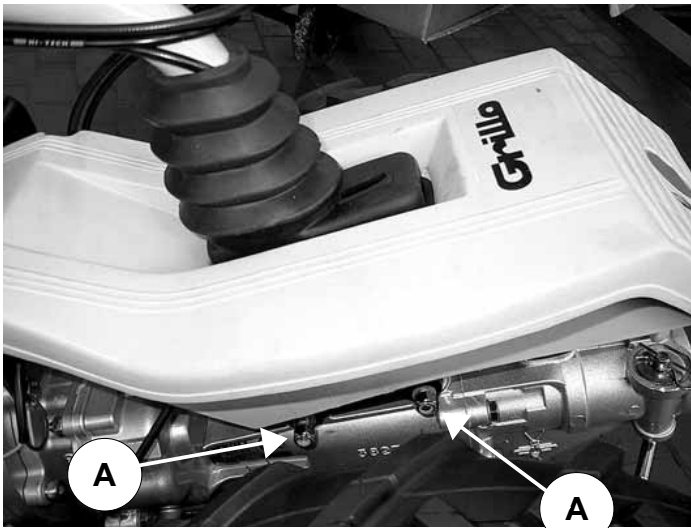
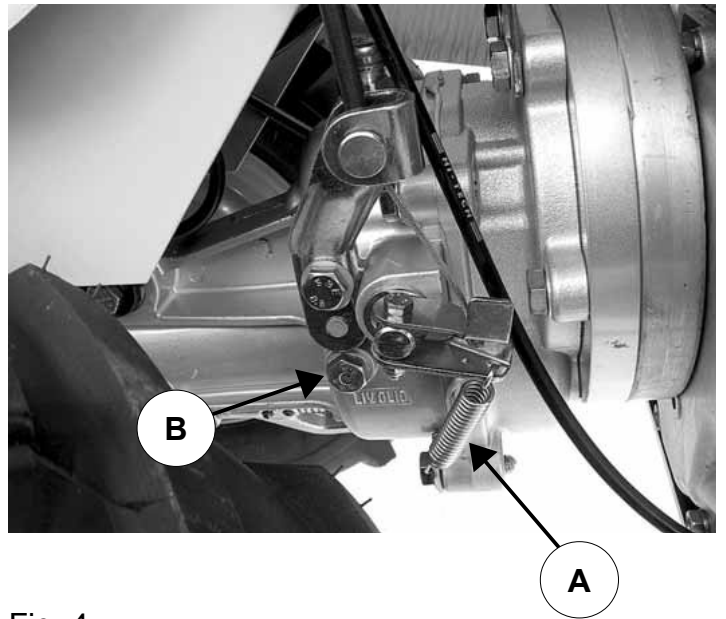

Fig. 1
Fig. 4
- 2) Levantar el carenado de las ruedas (fig. 1)
- 3) Quitar los dos tornillos (fig. 1, pos. A).
- 4) Girar la manquera a 180°, volver a colocar los dos tornillos de fijación y ajustar las tuercas (fig. 1, pos. A). Prestar atención en no doblar los cables de mando.
- 5) Ubicar la palanca de regulación del manubrio prestando atención en los topes (fig. 1, pos. B).
- 8) Montar la fresa en el acoplamiento rápido y trabarla con el perno correspondiente (fig. 1, pos. D).
- que los accesorios se encuentren bien fijados a la máquina (fig. 1, pos. D).
Con el motor en régimen bajo, conectar la herramienta tirando la palanca no. 3 (fig. 2) y acelerar oportunamente. La máquina se pondrá en movimiento tirando de la palanca no. 7 (fig. 2) y después tirando de la palanca no. 1 (fig. 2). Dejando la palanca no. 1 (fig. 2) la máquina se para. Tirando de la palanca no. 2 (fig. 1) y la palanca no. 1 (fig. 2) la máquina se detiene. Dejando la palanca no. 3 (fig. 2) la herramienta se detiene. Tirando la palanca no. 2 (fig. 2) la máquina retrocede (mantener el motor a bajas revoluciones). También debe presionar la palanca no. 1 (fig. 2).
Controlar el nivel de aceite cada 50 horas de trabajo (fig. 4, pos. B). En caso necesario, añadir aceite BLASIA 220 (ISO-L-CKD, DIN 51502 PGLP; API GL5), cantidad 750 g. (fig. 1, pos. C). Cambiar el aceite una vez al año. Para eliminar el aceite viejo utilizar el tapón (fig. 9, no. 1).